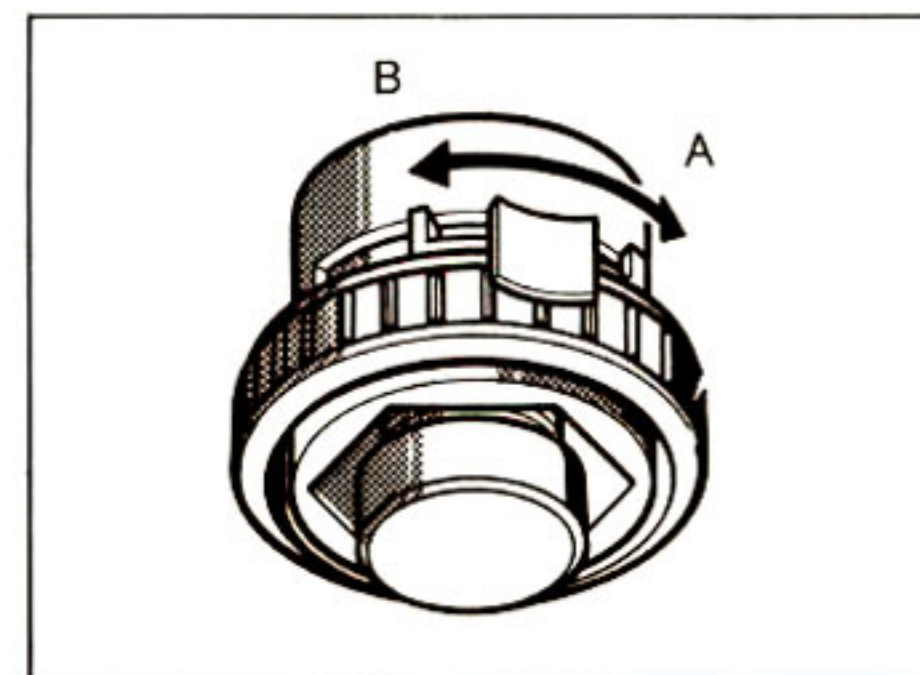

Fig. 5
- Durch das Floating-Chassis und die abstimbaren Schockabsorberfüße wird das Gerät weitgehend gegen akustische Rückkopplung und gegen Trittschall geschützt. Den besten Schutz gegen akustische Rückkopplung erzielen Sie, indem Sie den Einstellhebel an den Gerätefüßen in Stellung A bringen (Fig. 5).
- Treten Erschütterungen durch Trittschall auf (z. B. Schwingen eines Holzfußbodens), werden diese gedämpft, indem Sie die Einstellhebel an den Gerätefüßen in Richtung Position B verstellen (Fig. 5).